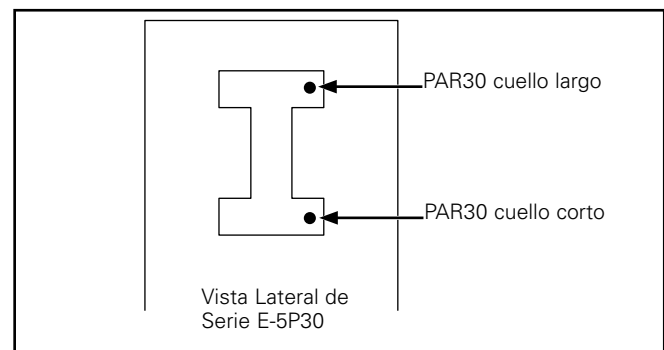

Figura 4.
- Trabe el movimiento de rotación del mecanismo ajustable con el tornillo de ajuste manual. Fije el portalámpara de porcelana del módulo de potencia M-120 a la parte superior de la luminaria. Para las lámparas PAR30, vuelva a colocar el gancho a resorte del portalámpara en su ubicación original, consulte el rótulo. (Figura 4.)